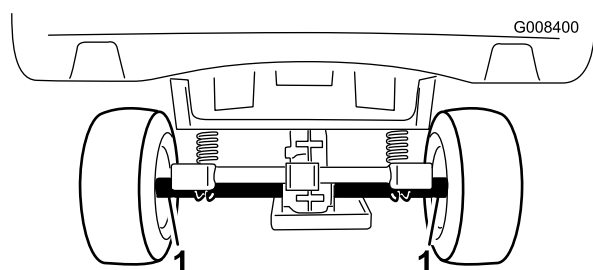
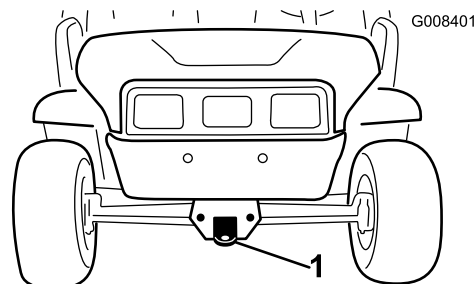

図 17
図 18
長距離を運ぶ場合にはトレーラを使用してください。必ず確実に固定して輸送してください。ロープ掛けのポイントについては図 17 と 図 18 を参照してください。
2. 前フレームのトングにロープなどの牽引索を取り付ける（図 18）。